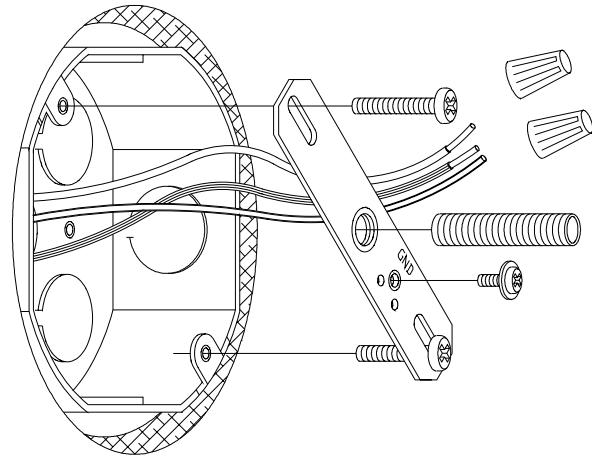

Figure 2
2. Thread (1) 1/8IP x 2" Nipple into Crossbar, about 1/4". (head of green screw should face outward). See Fig 2.
3. Attach the crossbar to the junction box by inserting the (2) #8-32 x 1" machine screws through the slots in the crossbar into the junction box. (head of green screw should face outward). See Fig 2.
2. Visser (1) tige filetée 1/8IP x 2 po dans la traverse d'environ 1/4 po. (Tête de la vis verte vers l'extérieur.) Voir la figure 2.
3. Fixer la traverse à la boîte de jonction en insérant les (2) vis de mécanique cal. 8-32 x 1 po dans les rainures de la traverse de la boîte de jonction. (Tête de la vis verte vers l'extérieur.) Voir la figure 2.
2. Enrosque (1) entrerrosca de 1/8IP X 2" en la barra transversal, acerca de 1/4". (la cabeza del tornillo verde debe mirar hacia afuera) . Vea Fig 2.
3. Conecte la barra transversal a la caja de ensambladura insertando los (2) tornillos de máquina #8- 32 X 1" por las ranuras de la barra transversal a la caja de ensambladura. (la cabeza del tornillo verde debe mirar hacia fuera). Vea Fig 2.